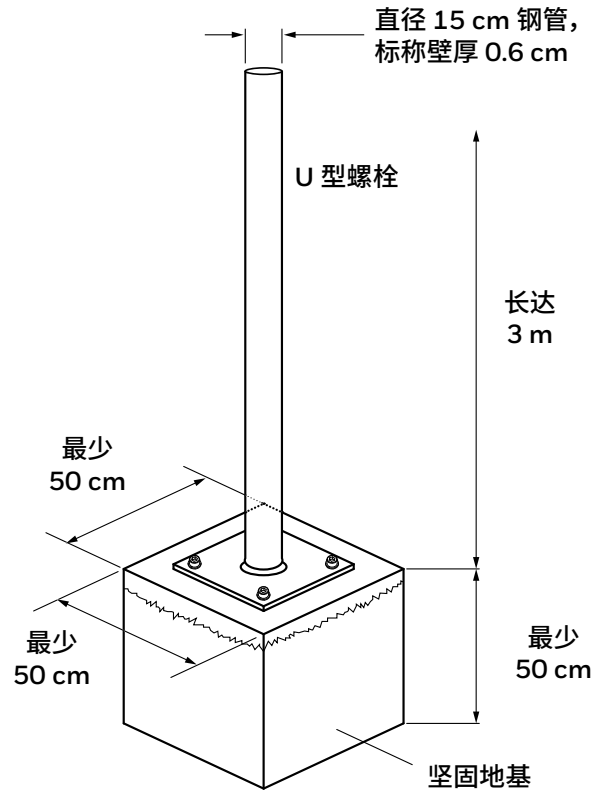

图 5. 钢管支撑结构
3. 将组装好的通用安装支架（或通用安装支架的安装板适配器）连接到杆上。将支架法兰 V 形槽与杆校准，以实现紧密贴合。用两个 U 形螺栓和四个带垫圈的螺母固定支架。或者，使用蜗杆传动夹固定支架（图 5）。